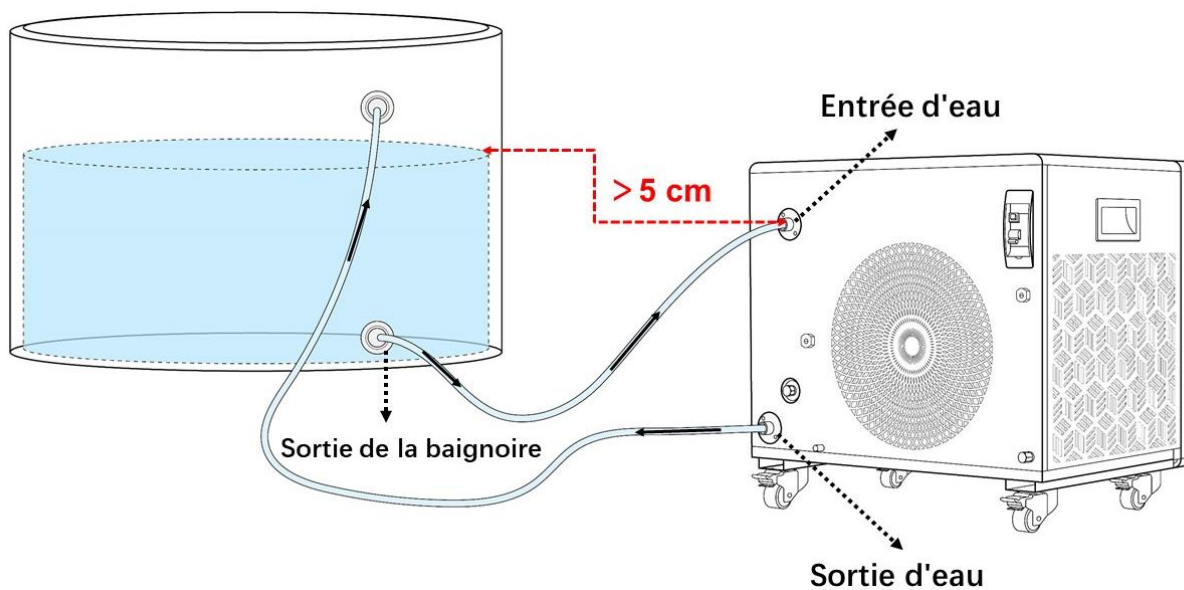

Figure 2. Schéma de connexion du chiller et de la baignoire
2. Connectez les tuyaux aux prises d'eau de la baignoire (voir Figure 2). Vérifiez que toutes les connexions sont bien serrées, puis ouvrez les vannes d'entrée et de sortie. Remarque : « + » = fermé, « - » = ouvert.